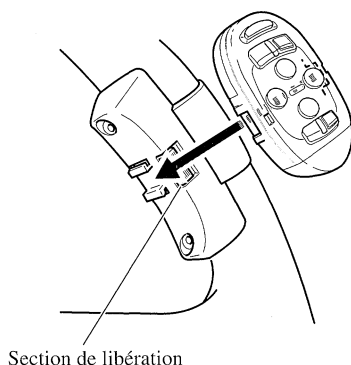

Fig. 13
4. Installer l'unité de télécommande dans le support. (Fig. 13)